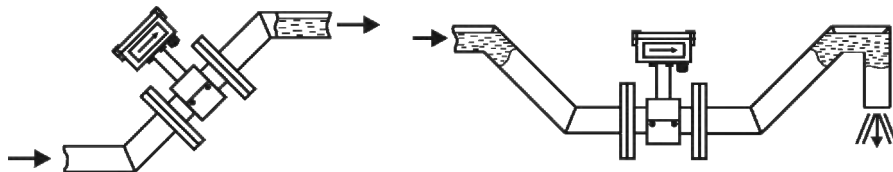

Рисунок 2.4 – Установка расходомера при измерении расхода в частично заполненном трубопроводе
2.3.3.10. При измерении расхода в частично заполненных трубопроводах или в выходных трубопроводах для гарантированного заполнения жидкостью, расходомер следует устанавливать в наклонном (снизу вверх по направлению движения жидкости) или U-образном трубопроводе, рисунок 2.4.